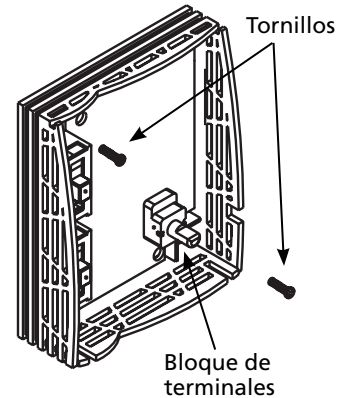

Figura 5
4. Taladre orificios en la pared a través de los 2 orificios de montaje en la parte posterior del gabinete del termostato según se muestra en la Figura 5 e inserte anclajes en los orificios.